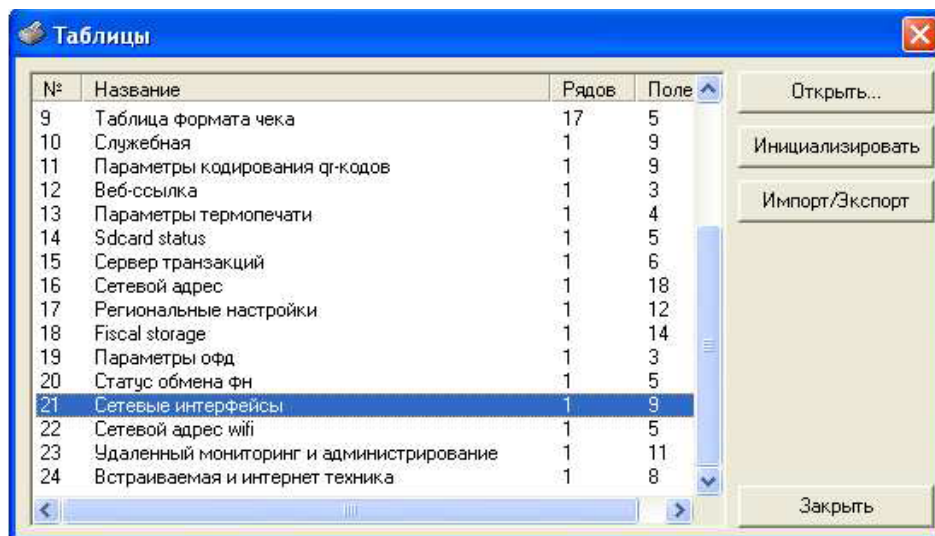

Рисунок 37: Выбор таблиц
6.1.2 Настройка RNDIS в таблицах ККТ. Для того, чтобы ККТ работала и передавала данные на сервер ОФД с использованием протокола RNDIS в таблице №21 «Сетевые интерфейсы» (Рисунок 37), в поле №9 "RNDIS" необходимо установить значение «1» (по умолчанию значение: «0» = Выключено). Значения таблицы приведены на рисунке 38.